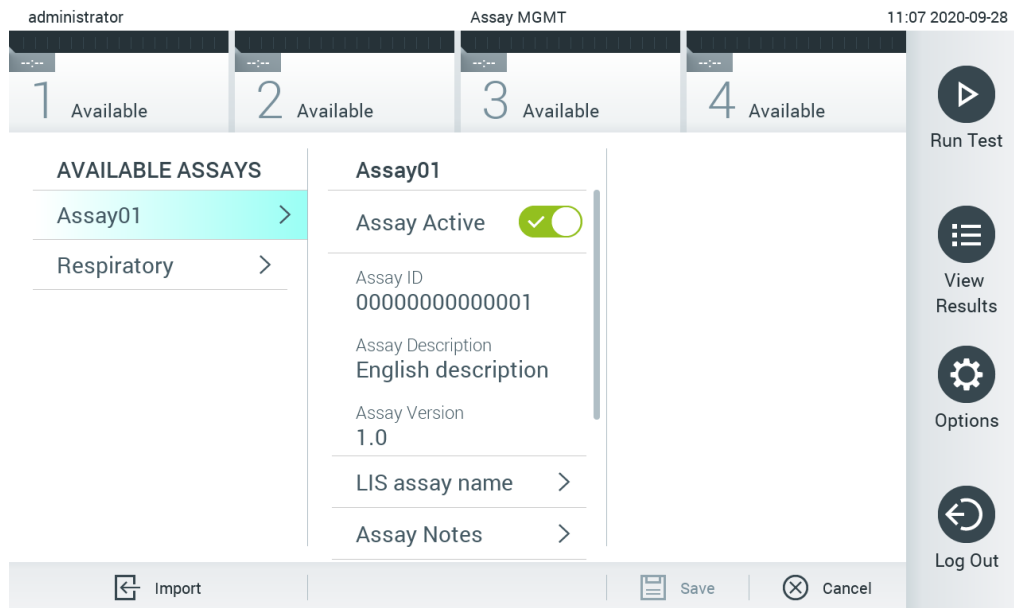

图 61. 激活检测。
7. 选择 **Assay Active**（检测激活）激活检测（图 61）。